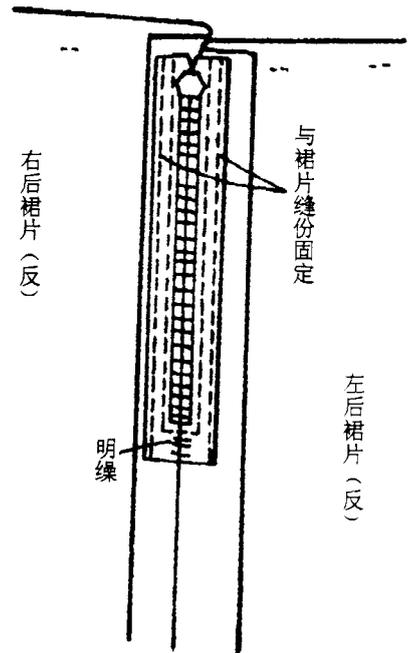

图2-9
9. 将拉链左右两侧基布分别与裙片缝份车缝固定, 拉链下端用手针明线固定。见图 2-9。